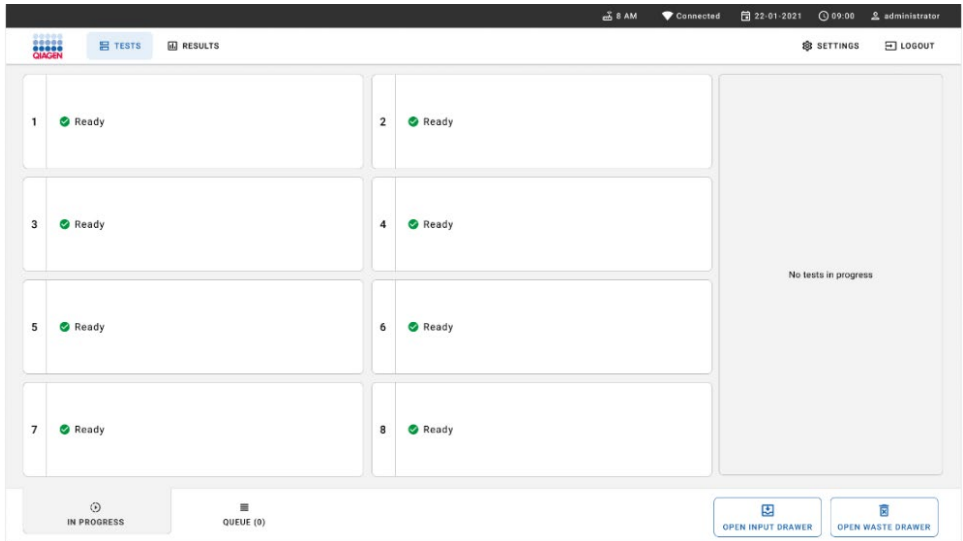

Figure 53. Écran de test principal.
3. Fermez le tiroir à déchets après avoir retiré les cartouches. Le système analyse le plateau et revient à l'écran principal (Figure 53). Si le plateau a été retiré à des fins de maintenance, assurez-vous qu'il est correctement inséré avant de fermer le tiroir.
4. Appuyez sur le bouton **OPEN INPUT DRAWER** (Ouvrir le tiroir d'entrée) dans le coin inférieur droit de l'écran (Figure 53).